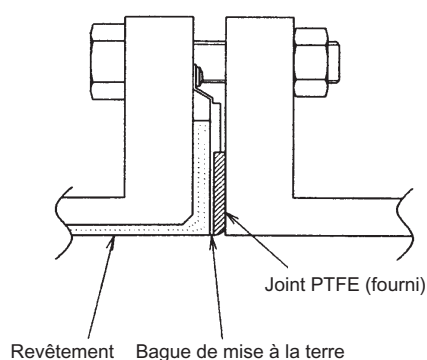

Figure 2-28 Installation avec une bague de mise à la terre en matériau non-SUS
- Installez le tube de mesure comme indiqué Figure 2-28. Voir Tableau 2-5 à la page 2-26 pour le couple à appliquer.